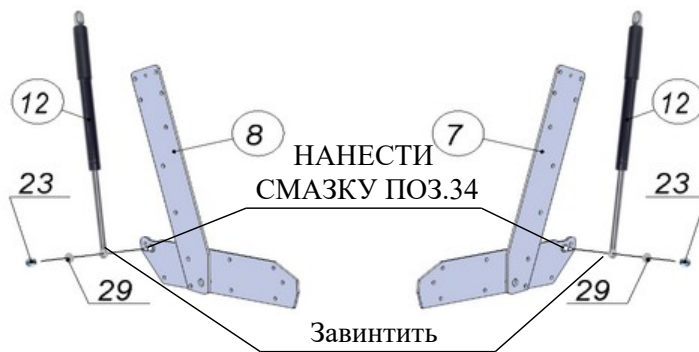

Рис.3.1
9) НАНЕСТИ НА ОСИ МЕХАНИЗМОВ ПОДЪЁМА ПОЗ.7 И 8 СМАЗКУ поз.34 в соответствии с рис.3.1 и 3.2, не касаясь резьбы. ПРОВЕРИТЬ И ЗАВИНТИТЬ ДО УПОРА СЕРЬГИ ГАЗЛИФТОВ НА РЕЗЬБОВЫХ СТЕРЖНЯХ (рис.3.1 и рис.3.2). Присоединить газлифты поз. 12 к механизмам поз.7и 8 штоком (тонким стержнем) вниз в соответствии с рисунками 3.1 и 3.2, используя шайбы $\varnothing 6 \times 18$ стальные поз.29, гайки М6 со стопорным кольцом поз.23.